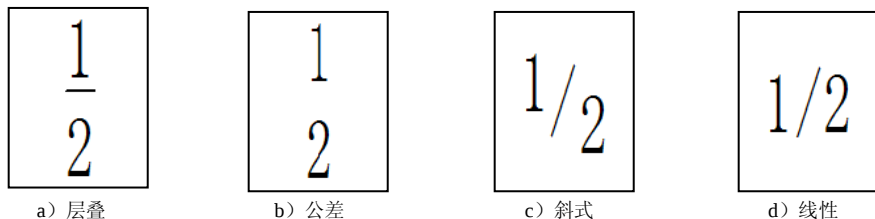

图 8.5.7 自动层叠方式
- ☒ **在键入时自动层叠文本表达式 1/2、1#2 和 1^2 (A)** 复选框：用于设置输入文本框的两个数字以“/”、“#”、“^”分隔时，表达式进行自动层叠的转换。只有选中此复选框时，才可以设置表达式层叠的转换。当在文本框中输入“1/2”、“1#2”或“1^2”时，可以转换为以下四种层叠方式。如图 8.5.7 所示。